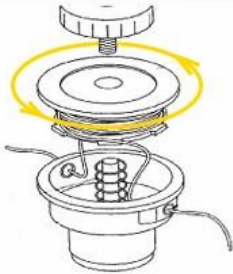

Рисунок 3
- намотайте леску на шпулю по направлению, указанному стрелкой (см. рисунок 3), следя за